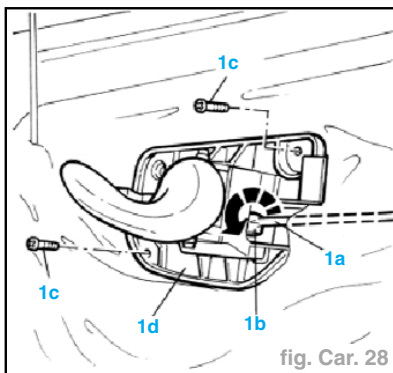

fig. Car. 28
- Dévisser les vis (1c) de fixation et détacher la poignée intérieure (1d) de la porte (fig. Car. 28).